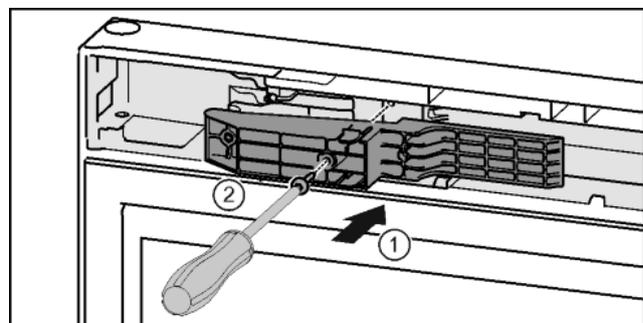

Fig. 47\*
- ▶ Adapterstück auf der Griffseite in die Aussparung einsetzen.\* Fig. 47 (1)
- ▶ Schrauben mit Schraubendreher T15 festschrauben.\* Fig. 47 (2)